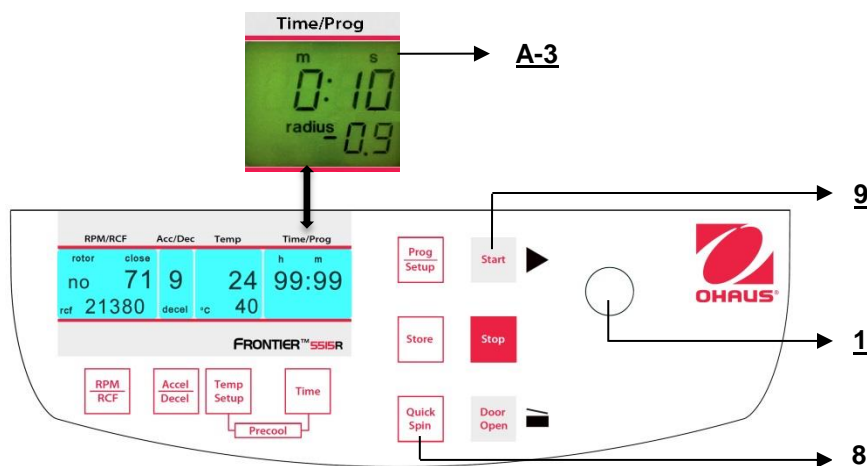

Figura 26
È possibile avviare la centrifuga con il tasto **"Start"** (9) (rif. figura 26) oppure con il tasto **"Quick Spin"** (8).
**Con il tasto "Start"** (9), si possono avviare cicli salvati oppure cicli con i parametri preselezionati manualmente.